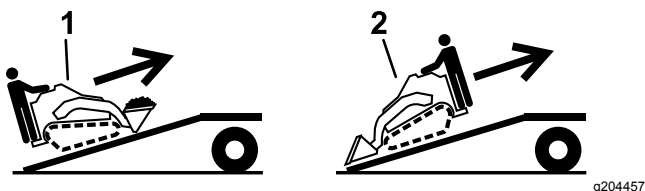

Figura 28
- Caricate la macchina sul rimorchio con l'estremità più pesante sulla rampa, trasportando i carichi verso il basso (Figura 28).